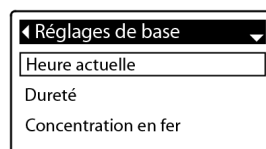

FIG.32
3. Appuyez sur SELECT (O) pour afficher le menu Réglages de base (Figure 32).
7. Appuyez sur SELECT (O). L'affichage reviendra au menu Réglages de base (Figure 32).